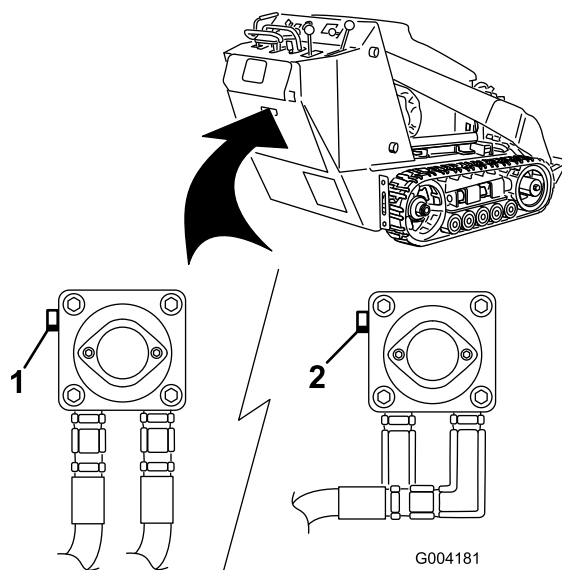

Figura 22
3. Usando una llave inglesa, gire las válvulas de remolcado de las bombas hidráulicas dos vueltas en el sentido contrario a las agujas del reloj (Figura 22).